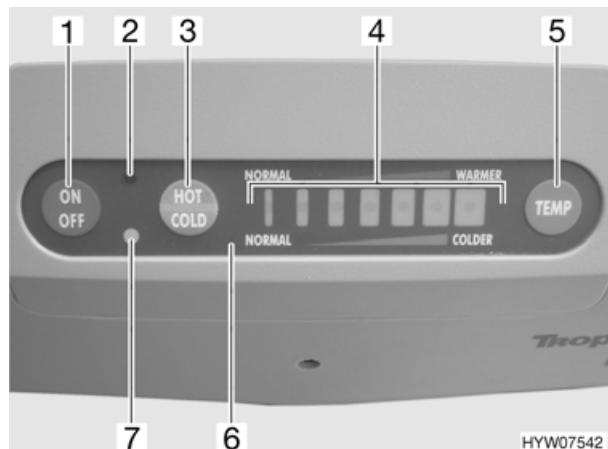

Bild 92 Bedienpanel Kühlbox
Die Spannungsversorgung erfolgt über zwei verschiedene Anschlusskabel. Wenn beide Anschlusskabel gleichzeitig angeschlossen sind, wird die Kühlbox über die 230-V-Versorgung mit Spannung versorgt. Die Betriebsart und der eingestellte Temperaturbereich werden am Bedienpanel (Bild 92) angezeigt.
- Am Bedienpanel (Bild 92,6) die Taste "ON/OFF" (Bild 92,1) drücken.
Die Kühlbox arbeitet in der zuletzt gewählten Betriebsart und mit dem zuletzt eingestellten Temperaturbereich (Memoryfunktion). Im Kühlbetrieb leuchtet die blaue Betriebsanzeige (Bild 92,7). Im Heizbetrieb leuchtet die rote Betriebsanzeige (Bild 92,2). Sieben LEDs (Bild 92,4) zeigen den Temperaturbereich an.
- Am Bedienpanel die Taste "HOT/COLD" (Bild 92,3) drücken.
- Am Bedienpanel die Taste "TEMP" (Bild 92,5) so lange drücken, bis der gewünschte Temperaturbereich erreicht ist.
- Am Bedienpanel die Taste "ON/OFF" (Bild 92,1) drücken.